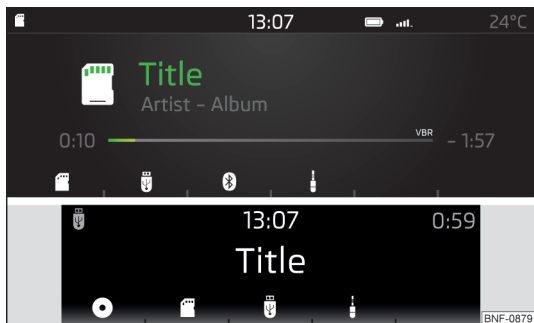

Fig. 105
- ▶ Pentru **selectarea sursei audio în meniul principal Media**, apăsați tasta **MEDIA** și selectați sursa dorită prin intermediul tastelor funcționale » fig. 105.